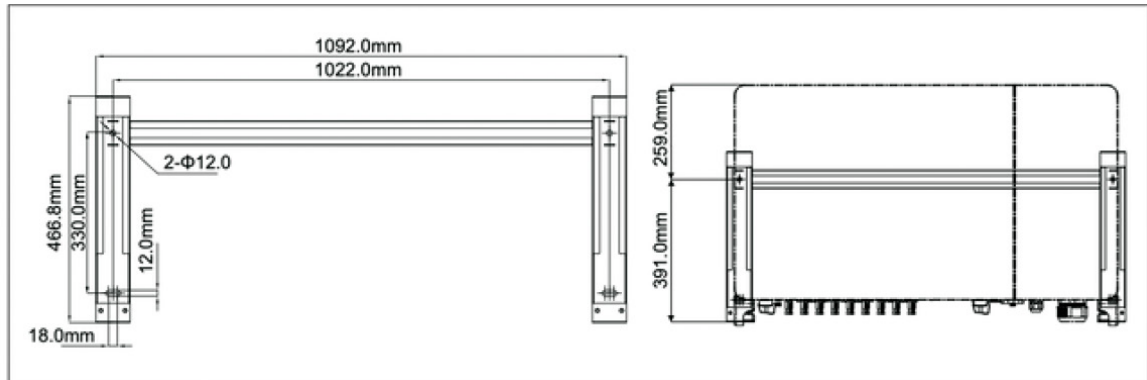

Figura 3.5: Diagrama dos furos de montagem do suporte de parede.
1. Marque as posições dos furos de acordo com o tamanho do suporte de parede mostrado na *Figura 3.5*.